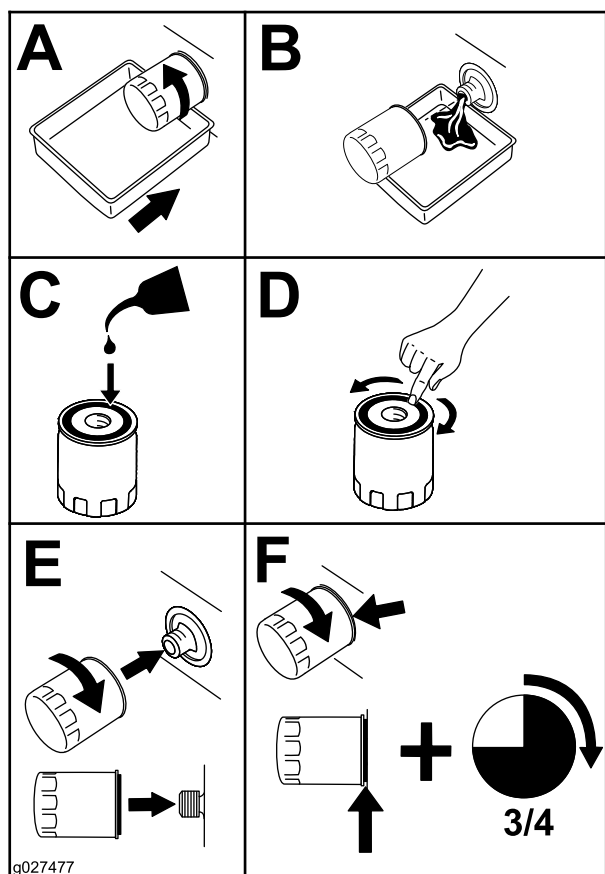

Figura 52
4. Cambiate il filtro dell'olio motore come mostrato nella Figura 52.